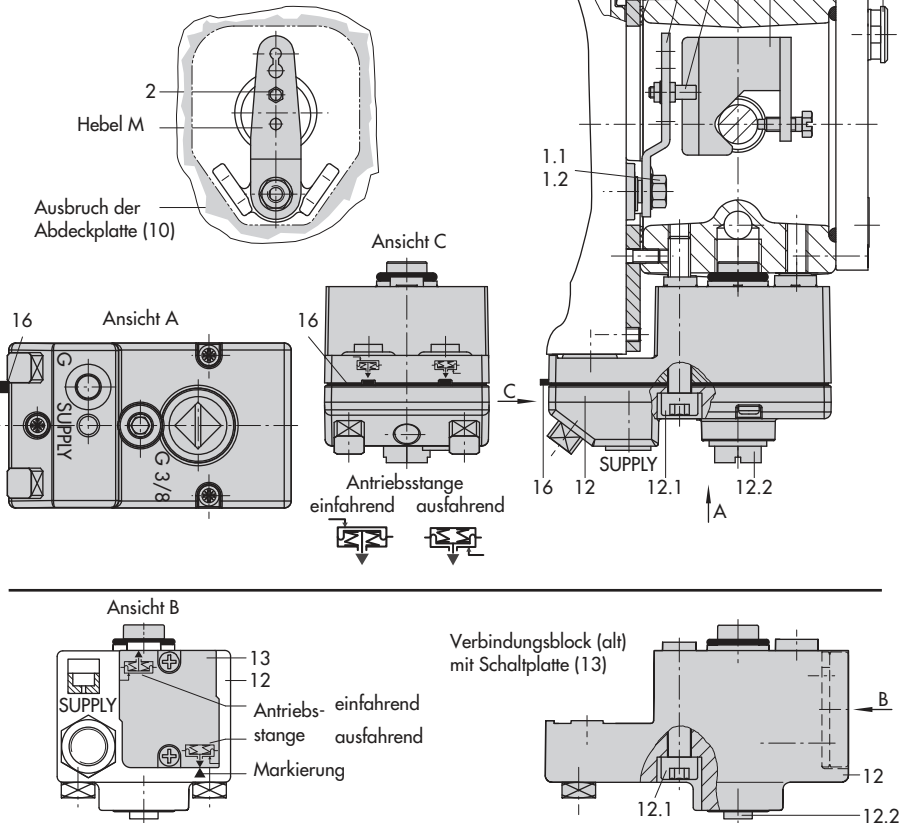

Bild 5 - Direktanbau – Stelldruckanschluss für Antrieb Typ 3277 mit 175 bis 750 cm2
Den Stellungsregler wie in Bild 5 dargestellt am Joch montieren. Der Stelldruck wird über den Verbindungsblock (12) auf den Antrieb geführt, bei Sicherheitsstellung „Antriebsstange ausfahrend“ intern über eine Bohrung im Ventiljoch und bei „Antriebsstange einfahrend“ durch eine externe Rohrverbindung.
1. Mitnehmer (3) an die Antriebsstange setzen, ausrichten und so festschrauben, dass die Befestigungsschraube in der Nut der Antriebsstange sitzt.
2. Abdeckplatte (10) mit schmaler Seite des Ausbruchs (Bild 5 links) in Richtung zum Stelldruckanschluss befestigen, die aufgeklebte Flachdichtung (14) muss zum Antriebsjoch zeigen.
3. Bei Antrieben mit 355, 700 und 750 cm2 am Hebel **M** (1) auf der Stellungsreglerrückseite den Abtaststift (2) aus Stiftposition **35** lösen und in die Bohrung für Stiftposition **50** umsetzen und verschrauben.
6. Kontrollieren, ob die Zunge der Dichtung (16) seitlich am Verbindungsblock so ausgerichtet ist, dass das Antriebsymbol für „Antriebsstange ausfahrend“ bzw. „Antriebsstange einfahrend“ mit der Ausführung des Antriebs übereinstimmt. Andernfalls müssen die drei Befestigungsschrauben entfernt, die Deckplatte abgehoben und die Dichtung (16) um 180° gedreht wieder eingelegt werden. Beim alten Verbindungsblock (Bild 5 unten) muss die Schaltplatte (13) so gedreht werden, dass das entsprechende Antriebssymbol zur Pfeilmarkierung ausgerichtet ist.
7. Verbindungsblock (12) mit seinen Dichtungen an Stellungsregler und Antriebsjoch ansetzen und mit Befestigungsschraube (12.1) festziehen. Bei Antrieb „Antriebsstange einfahrend“ zusätzlich den Stopfen (12.2) entfernen und die externe Stelldruckleitung montieren.
8. Deckel (11) auf der Gegenseite montieren. Dabei unbedingt darauf achten, dass im eingebauten Zustand des Stellventils der Entlüftungstopfen nach unten zeigt, damit evtl. angesammeltes Kondenswasser abfließen kann.